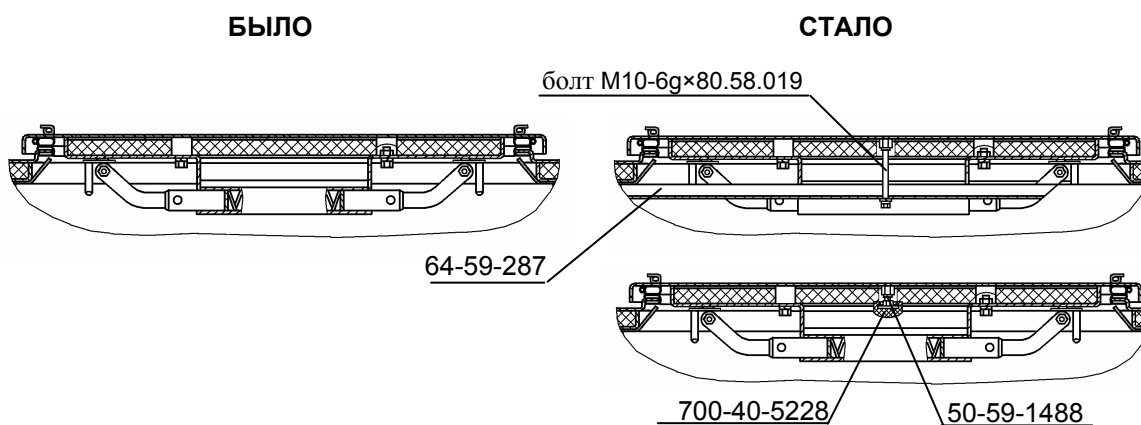

Рис. 6
4.2. С целью защиты кабины от вандализма при перевозках и хранении трактора введена блокировка аварийно-вентиляционного люка: установлена планка 64-59-287, крепящаяся с помощью болта М10-6g×80.58.019 к крышке люка (рис. 6).